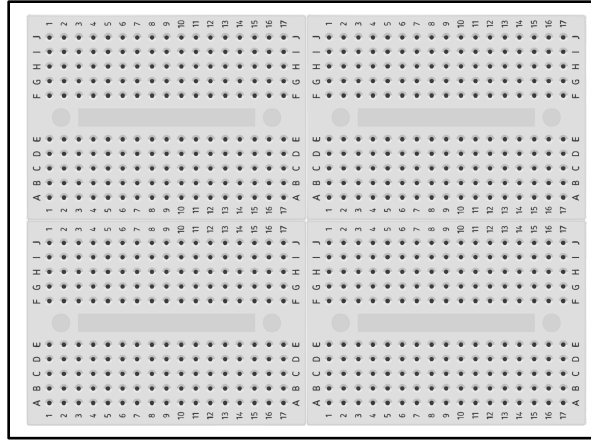

Figure 2. 4 mini-plaques d'expérimentation.
- Assembler ensemble les 4 plaques en suivant l'orientation du diagramme ci-dessous (**Fig. 2**).